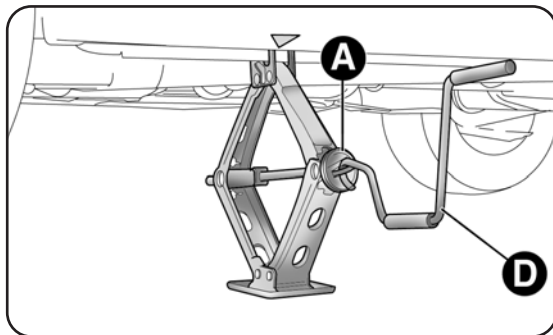
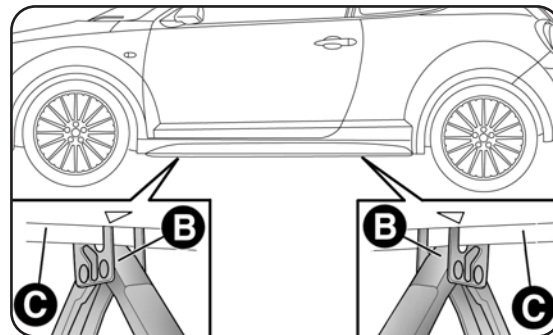

fig. 7
fig. 8
- Actionner le dispositif A-fig. 7 pour déployer le cric, jusqu'à ce que la partie supérieure B-fig. 8 soit bien insérée dans le dispositif C;
- insérer la manivelle D-fig. 7 dans le logement sur le dispositif A, actionner le cric et soulever la voiture, jusqu'à ce que la roue soit à quelques centimètres du sol;
- actionner la manivelle D-fig. 7 du cric pour remettre la voiture au sol. Extraire ensuite le cric;